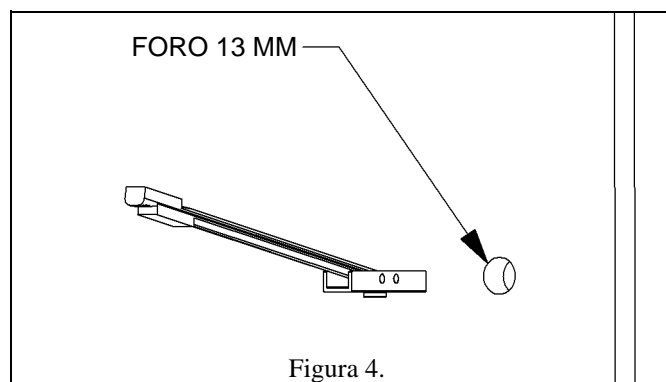

Figura 4.
1. Determinare una posizione di montaggio adatta e sollevare la piastra a parete (10) in posizione (vedere "PARTI" a pagina 4).
2. Praticare un foro da 13 mm nella posizione desiderata, assicurandosi che la parete sia spessa almeno 13 mm. Se la parete è costituita da montanti in metallo, si consiglia di installare i tasselli attraverso il cartongesso e il montante metallico (figura 4).